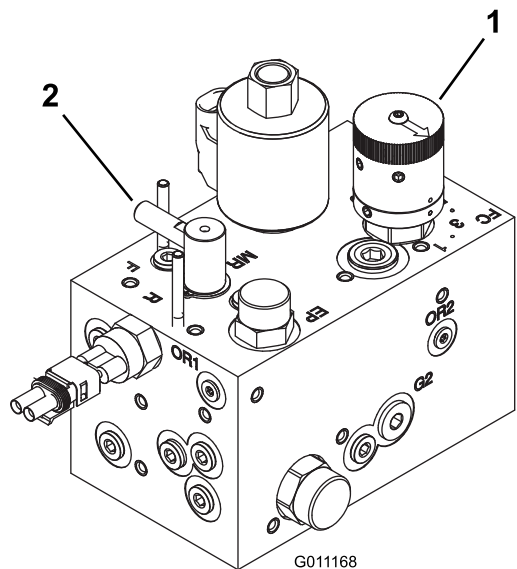

図 50
3. リール速度コントロールノブ 図 50 を、ステップ 1 で決めた番号に合わせる。